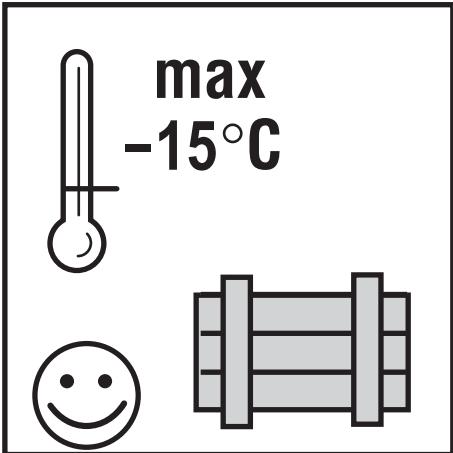

Fig.: 8
- Lagertemperatur mit original Motorfüllung bis -15°C , mit Wasserfüllung frostfrei (Fig.: 8)